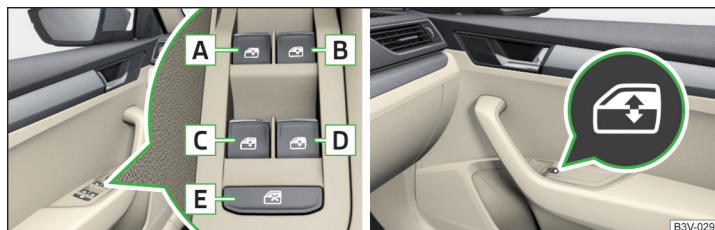

Abb. 43 Tasten der Fensterheber
Tasten der Fensterheber » Abb. 43
- Nach dem Öffnen der Fahrer- oder Beifahrertür ist die Bedienung der Fenster nur über die Taste **[A]** » **Abb. 43** möglich, indem diese für 2 s gehalten bzw. gezogen wird.
- **oder:** Die Zündung ausschalten, die Fahrertür öffnen und die Taste **[A]** bis zum Anschlag in der Öffnungsstellung halten » **Abb. 43 auf Seite 64.**
- **oder:** Die Zündung ausschalten, die Fahrertür öffnen und die Taste **[A]** bis zum Anschlag in der Schließstellung halten » **Abb. 43 auf Seite 64.**